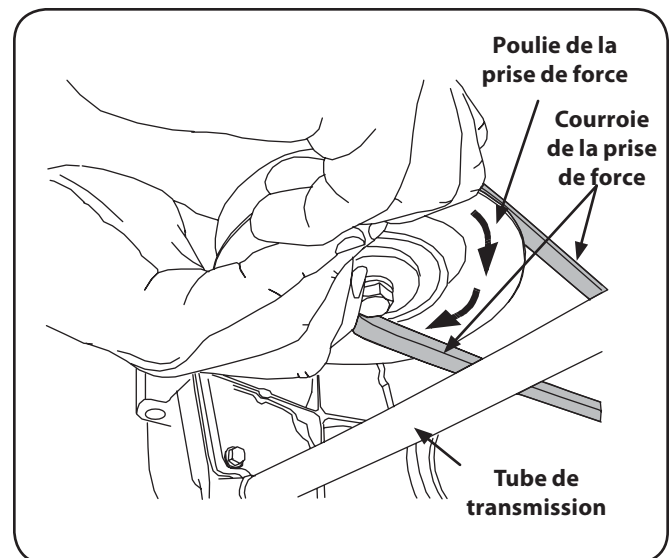

Figure 7-5
4. Tenez la courroie et continuez à tourner la poulie de la prise de force jusqu'à ce que la courroie soit complètement dégagée de la poulie. Voir la Figure 7-5.
4. Tirez le côté droit de la courroie vers l'arrière et placez le côté en V de la courroie dans la gorge avant droite de la poulie de la prise de force. Voir la Figure 7-5.
5. Tenez la courroie et la poulie et faites tourner la poulie vers la gauche (Voir la Figure 7-5). Continuez à tenir et à faire tourner la poulie et la courroie jusqu'à ce que la courroie soit complètement installée sur la poulie de la prise de force.